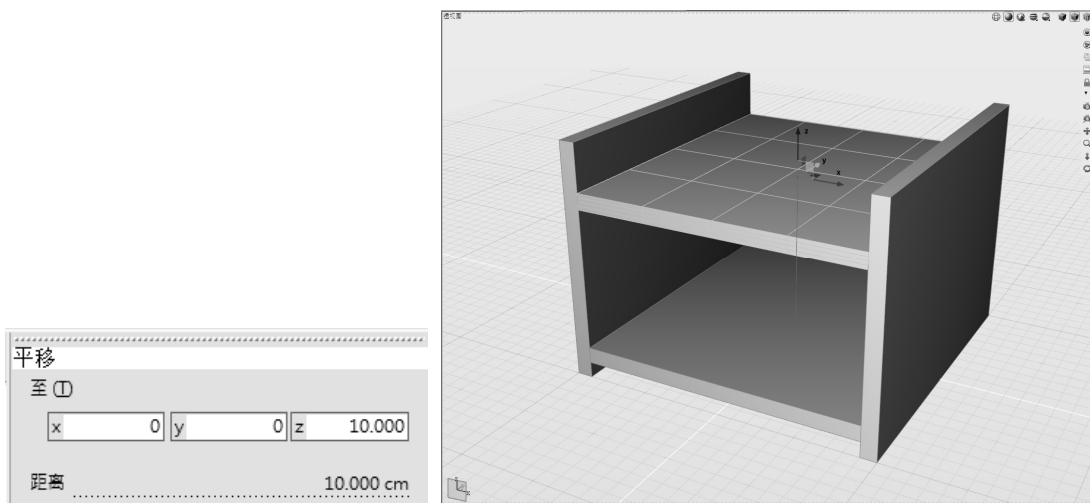

图 5-7 将复制隔板向 Z 轴正方向移动 10cm
- 4) 将该复制对象向 Z 轴正方向移动 10cm, 如图 5-7 所示。